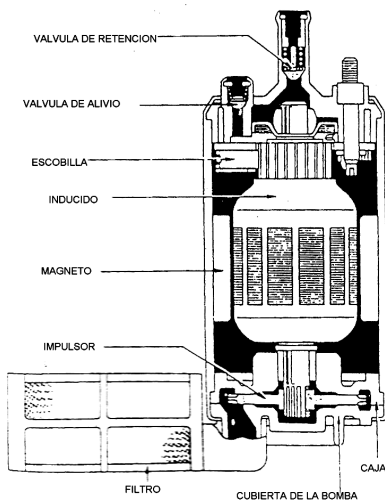

Figura 3.16
- **Bomba sumergible:** esta bomba consta de la unidad de la bomba, válvula de retención, válvula de alivio y el filtro incorporado. Es del tipo de bomba turbina, consta de uno o de dos impulsores, que están acoplados al eje del motor eléctrico, el cual está dentro de una caja y cubierta que componen la unidad de la bomba. (figura 3.16)